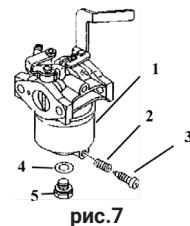

рис.7
2. Слейте или полностью выработайте имеющееся в баке топливо (слив производится снятием колпачка крана подачи топлива (рис.7 поз.2).
3. Слейте топливо из поплавковой камеры карбюратора, выкрутив пробку (рис.7 поз.3).
5. В модификациях, в которых отсутствует пробка слива, топливо слить, вывинтив болт (рис.7 поз.5) крепления поплавковой камеры.